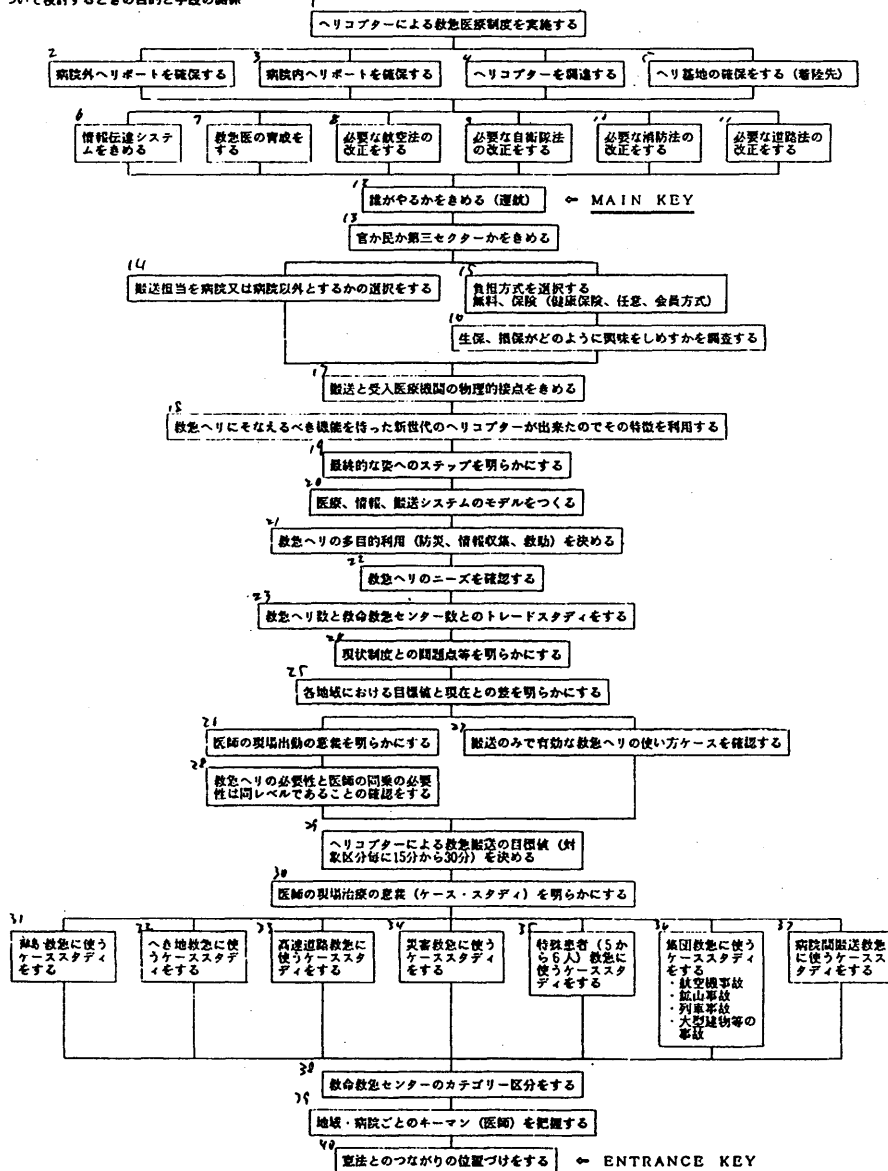

図1 ヘリコプターによる救急医療のPMD
2. 図1は「助かるはずのものを助ける」のキーワードを実現する現在の救命救急士制度創設のきっかけ作りの一つとなったヘリコプターによる救急医療制度を作るため昭和59年当時の行政の担当者と作成したPMDである。